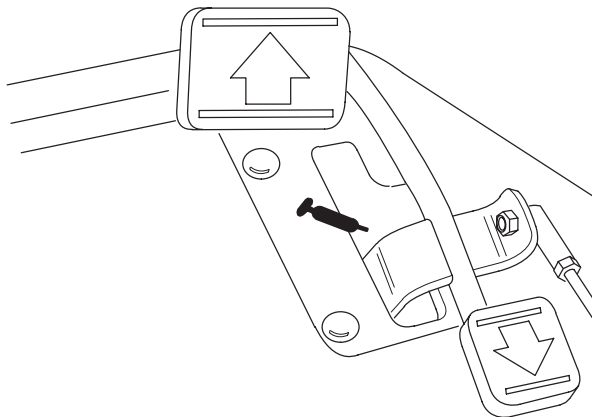

Figure 34
- Pivot de pédale de déplacement (1) (Fig. 34)